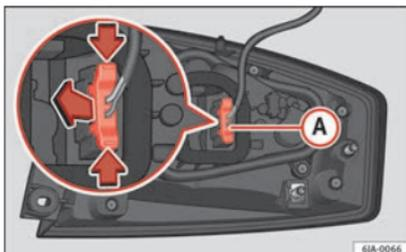

Fig. 99 Conector do farolim na parte posterior da unidade de luz traseira.
- Desligue o conector (A) » » » Fig. 99 do farolim acionando as alavancas laterais do mesmo (setas) e puxando o conector para o exterior.